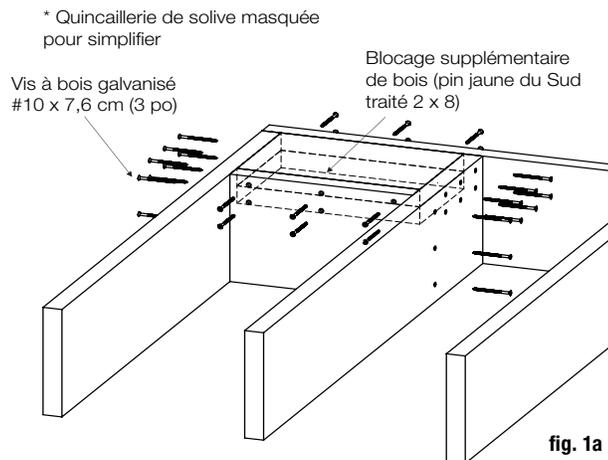

fig. 1a
Étape 1 Commencez par l'ajout de deux blocs 2 x 8 de pin jaune du Sud traité à l'intérieur des solives. Veillez à percer des avant-trous avant de fixer les blocs solidement à l'aide de vis anticorrosives. Assurez-vous que le platelage est fermement fixé à la solive à l'emplacement des poteaux. Installez les poteaux en les fixant à travers le platelage dans les solives dessous ou en effectuant un double blocage entre les solives (fig. 1a). Les fixations qui maintiennent la base du poteau à la surface devraient pouvoir être fixées aux solives ou aux renforts et pas seulement au platelage. *Remarque : lors de l'installation d'un poteau en aluminium sur une surface en bois, les vis doivent être insérées à une profondeur d'au moins 7,6 cm (3 po) dans le bois (sans compter le platelage). Les platelages de 3,2 cm (5/4 po) et de 3,8 cm (1 1/2 po) ne permettent pas une installation sécuritaire. Au besoin, ajoutez du matériel supplémentaire sous la surface.*